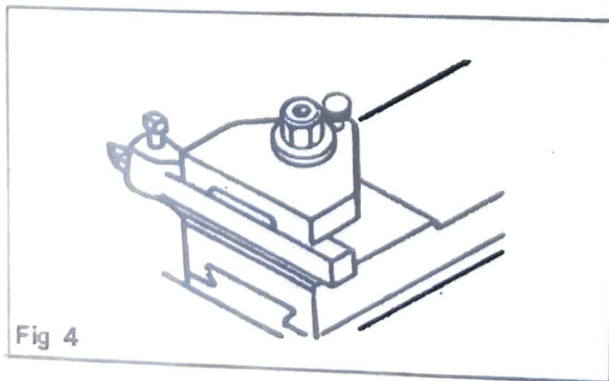

Fig 4
- b Fixe o porta-ferramentas de modo que ele tenha o máximo de apoio possível sobre o carro (fig 4)